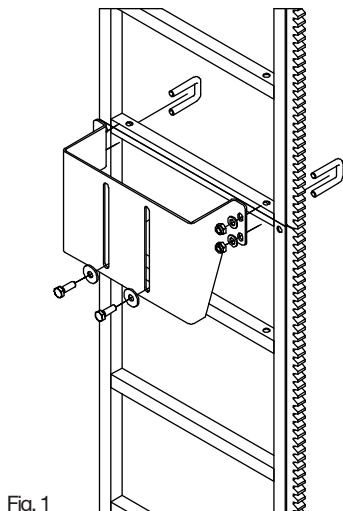

Fig. 1
1. Instalar y ajustar la sección superior de la escalera en la parte superior de la sección superior de la torre (ver la Fig. 1 y el plano de instalación). Aplicar un par de apriete de 15 Nm para pernos M8 y de 50 Nm para pernos M12.
1. Instalar y ajustar la sección superior de la escalera en la parte superior de la sección central de la torre (ver la Fig. 1 y el plano de instalación).
1. Instalar y ajustar la sección superior de la escalera en la parte superior de la sección inferior de la torre (ver la Fig. 1 y el plano de instalación).